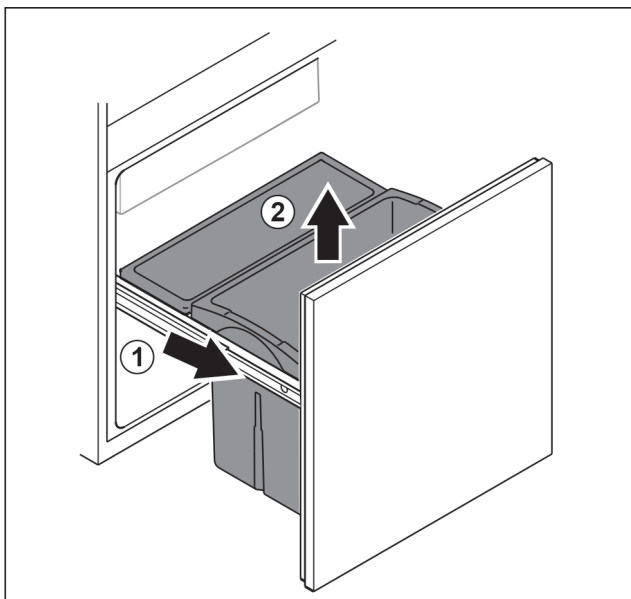

Fig. 80
- ▶ Auszugswagen bis zum Anschlag herausziehen. Fig. 80 (1)
- ▶ Schubfach nach oben entnehmen. Fig. 80 (2)